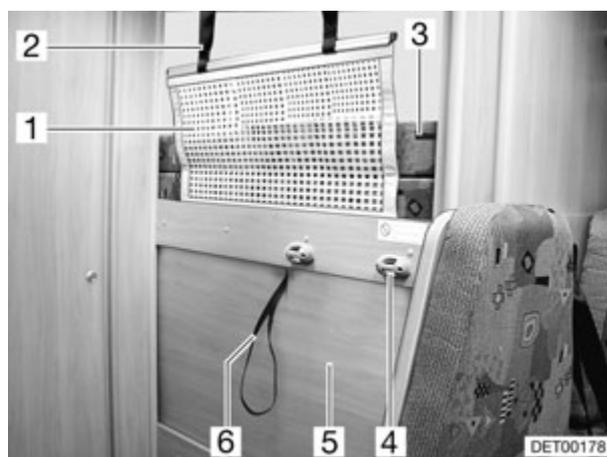

Fig. 79 Lit superposé (variante 2)
- Tirer sur la boucle (Fig. 79,6) et faire basculer le lit (Fig. 79,5) vers l'arrière.
- Retirer le matelas (Fig. 79,3) du lit supérieur et le poser sur le lit inférieur.
Utiliser l'échelle de montée pour accéder au lit supérieur. Elle doit être accrochée par les longerons sur le dispositif de support (Fig. 79,4) installé au bord du lit.
Le filet de sécurité (Fig. 79,1) de série est rangé entre le matelas et le sommier à lattes. Ne tendre le filet de sécurité qu'une fois que les personnes se trouvent dans la capucine. Pour tendre le filet, insérer les sangles de maintien (Fig. 79,2) dans les fixations se trouvant au plafond.